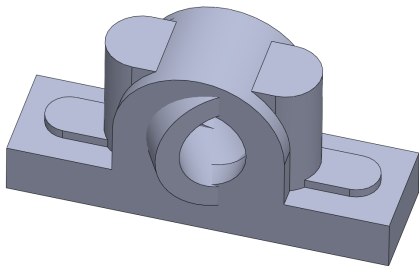

图 10-41 打开素材模型
(1) 单击常用工具栏中的【打开】按钮, 打开一幅素材模型, 如图 10-41 所示。